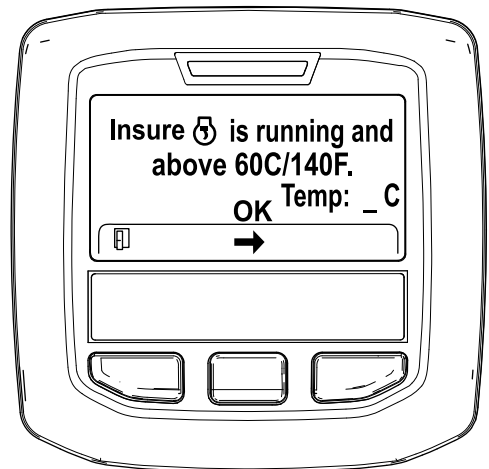

Figura 36
5. Si la temperatura del refrigerante se encuentra por debajo de 60 °C (140 °F) aparece el mensaje "Insure  is running and above 60C/140F" (Asegúrese de que está funcionando y por encima de 60 °C/140 °F). (Figura 36).